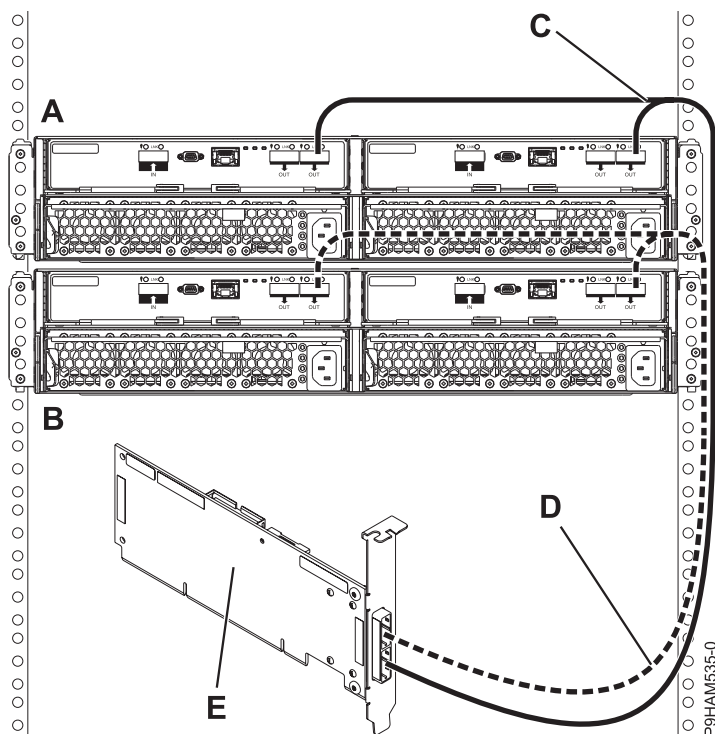

Figura 24. Conexión en la modalidad 1 de dos alojamientos mediante cables YO a un adaptador SAS único
15. Lleve a cabo una conexión en la modalidad 1 de dos alojamientos (A y B) utilizando cables YO (C y D) a un adaptador SAS único (E) como se muestra en la Figura 24.